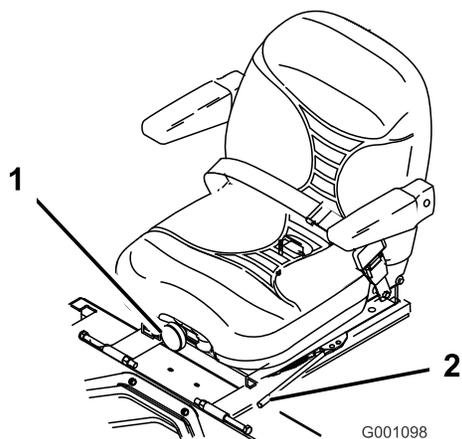

Figura 26
1. Il sedile si regola spostando da un lato la leva per sbloccarlo (Figura 26).
Per spostarlo, girate la manopola davanti nella direzione opportuna, fino ad ottenere il migliore comfort (Figura 26).